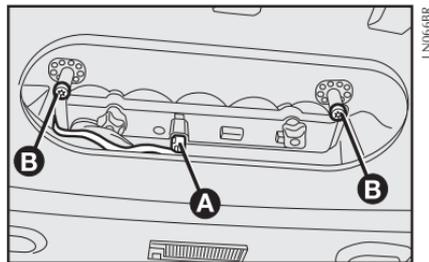

fig. 26
## BRAKE LIGHT - figs. 26 e 27
- Retirar os suportes laterais **B-fig. 26**;